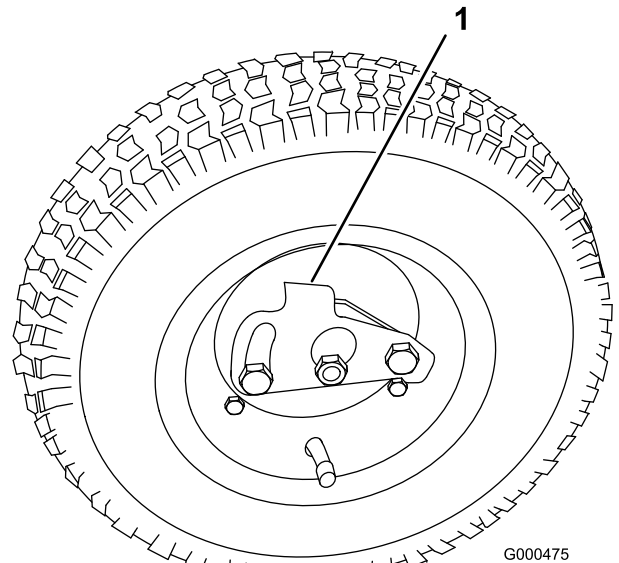

Bild 13
2. Drücken Sie den Radarretierungsclip zur Mitte des Rads und schieben Sie das Rad auf die Sechskantwelle (Bild 13).